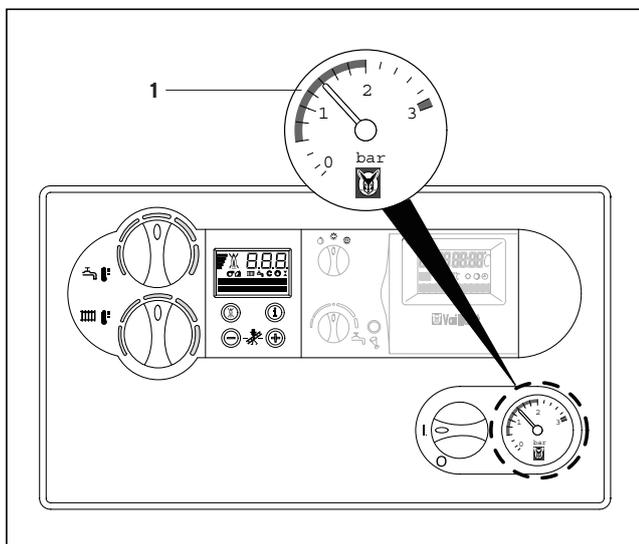

Fig. 3.4 Controllo della pressione dell'acqua
3.2.2 Controllo della pressione dell'acqua (fig. 3.4)
- Controllare la pressione dell'acqua (pressione di riempimento) dell'impianto sul manometro (1).
- Per un funzionamento ottimale dell'impianto di riscaldamento il manometro (1) deve indicare ad impianto freddo un valore compreso tra 1,0 e 2,0 bar di pressione di riempimento. Se il valore risulta inferiore a 0,75 bar, rabboccare con acqua.